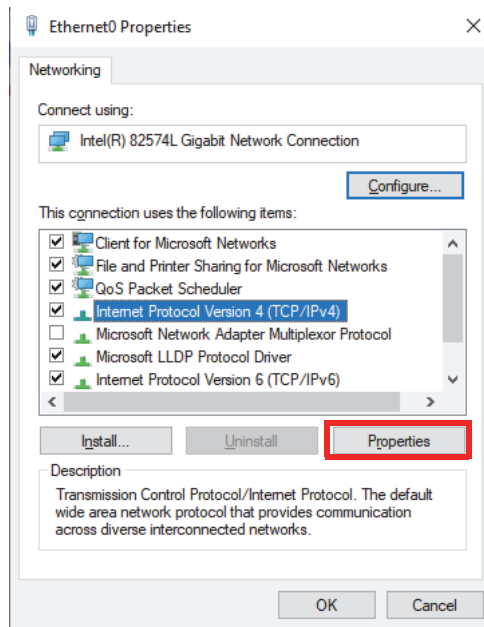

Figura 7-1 Cuadro de diálogo Ethernet Properties (Propiedades de Ethernet)
- b) Haga doble clic en los parámetros **TCP/IPv4** (ver Figura 7-1 en la página 80).
Configure (Configurar) [ver Figura 7-1 en la página 80]; después, diríjase a la pestaña **Advanced** (Avanzado).